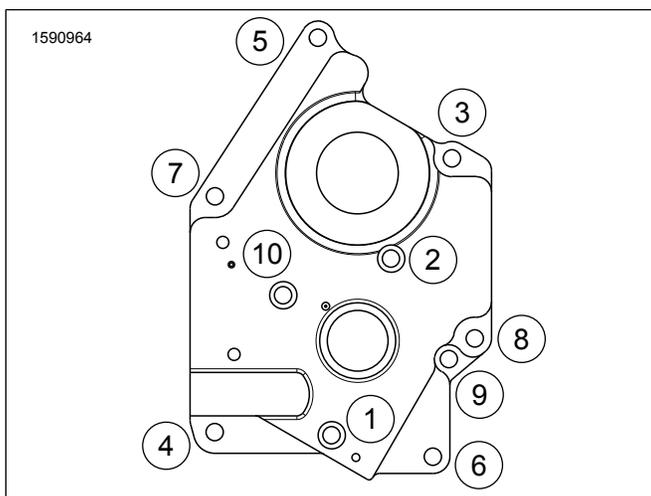

Figure 4. Séquence de serrage de la plaque de support d'arbre à cames
3. Voir la figure 4. Serrer les vis en séquence.